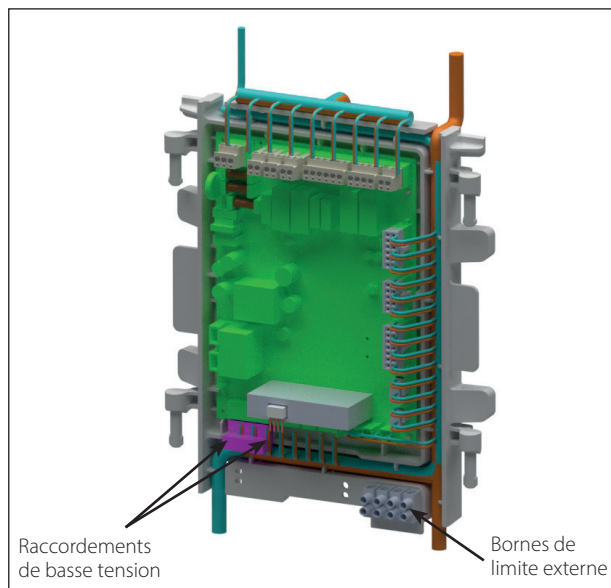

Fig. 26 - Raccordements de basse tension
- Avant le démarrage, veillez à ce que l'unité soit réglée pour l'allumage du gaz propane. Vérifiez la plaque signalétique pour connaître le type de carburant. Vérifiez le venturi pour voir l'étiquette de conversion au propane. En cas de conflit ou de doute sur la configuration du brûleur, retirez le venturi et vérifiez la bonne taille de l'orifice de gaz propane sur l'étiquette du venturi. Consultez la section 7.3.2 pour connaître les tailles d'orifices. Consultez les figures 26 et 27 en page 42 et la figure 28 en page 43 pour connaître l'emplacement du venturi. Consultez les instructions relatives à la conversion au propane pour savoir comment retirer et remplacer correctement le venturi.
1. Raccordez les fils de l'aquastat ou du capteur de température d'ECS aux bornes de basse tension X4-1 et 2 situées au bas du module de commande CTRLMax, comme l'illustre la *Fig. 26 en page 42*.
3. Raccordez les fils de limite externe aux bornes de basse tension de limite de réinitialisation manuelle ou de limite de réinitialisation automatique situées dans le coin inférieur droit du boîtier du module de commande CTRLMax, comme l'illustre la *Fig. 26 en page 42*.
1. Raccordez les fils du capteur de température du système aux bornes de basse tension X5-3 et 4 situées au bas du module de commande CTRLMax, comme l'illustre la *Fig. 26 en page 42*.